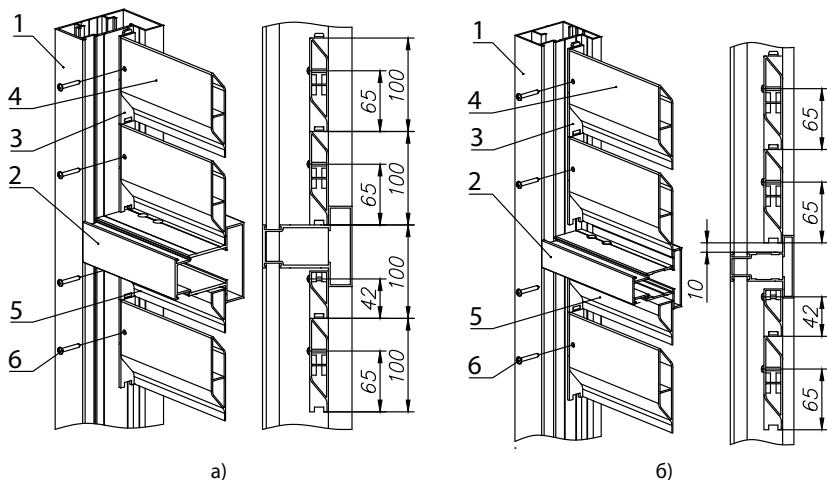

Рис. 38. Заполнение алюминиевым профилем «жалюзи»
Схема монтажа при наличии в изделии горизонтального импоста представлена на *рис. 38*.
- при изготовлении изделия на профиле 96 мм нижний профиль заполнения устанавливается вплотную к импосту (рис. 38а).
- при изготовлении изделия на профиле 68 мм нижний профиль заполнения устанавливается на расстоянии 10 мм от импоста (рис. 38б).